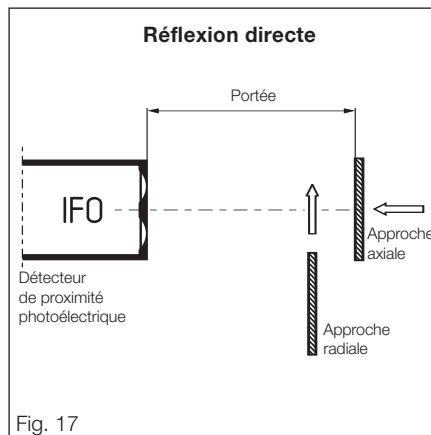

Fig. 17
- réflexion directe (détecteur de proximité) (Fig. 17)